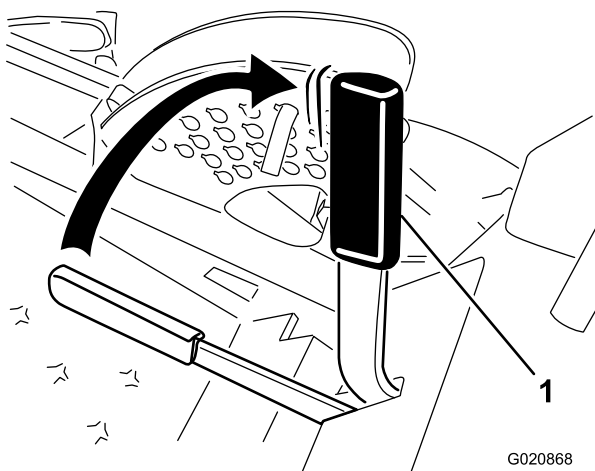

Figura 13
2. Tire de la palanca del freno de estacionamiento hacia arriba y hacia atrás para poner dicho freno (Figura 13).